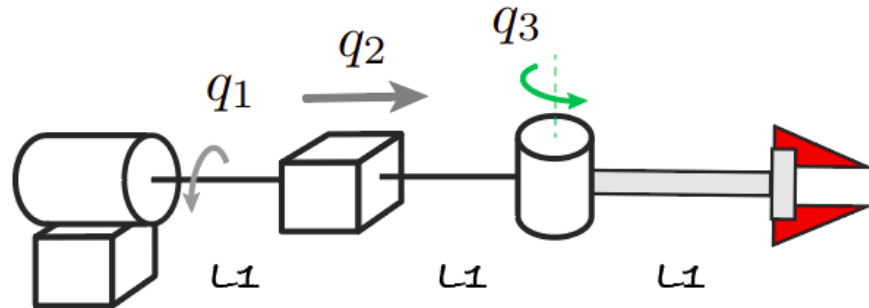

Figura 1: Robot RPR.
1. Dado el manipulador de la Figura 1: